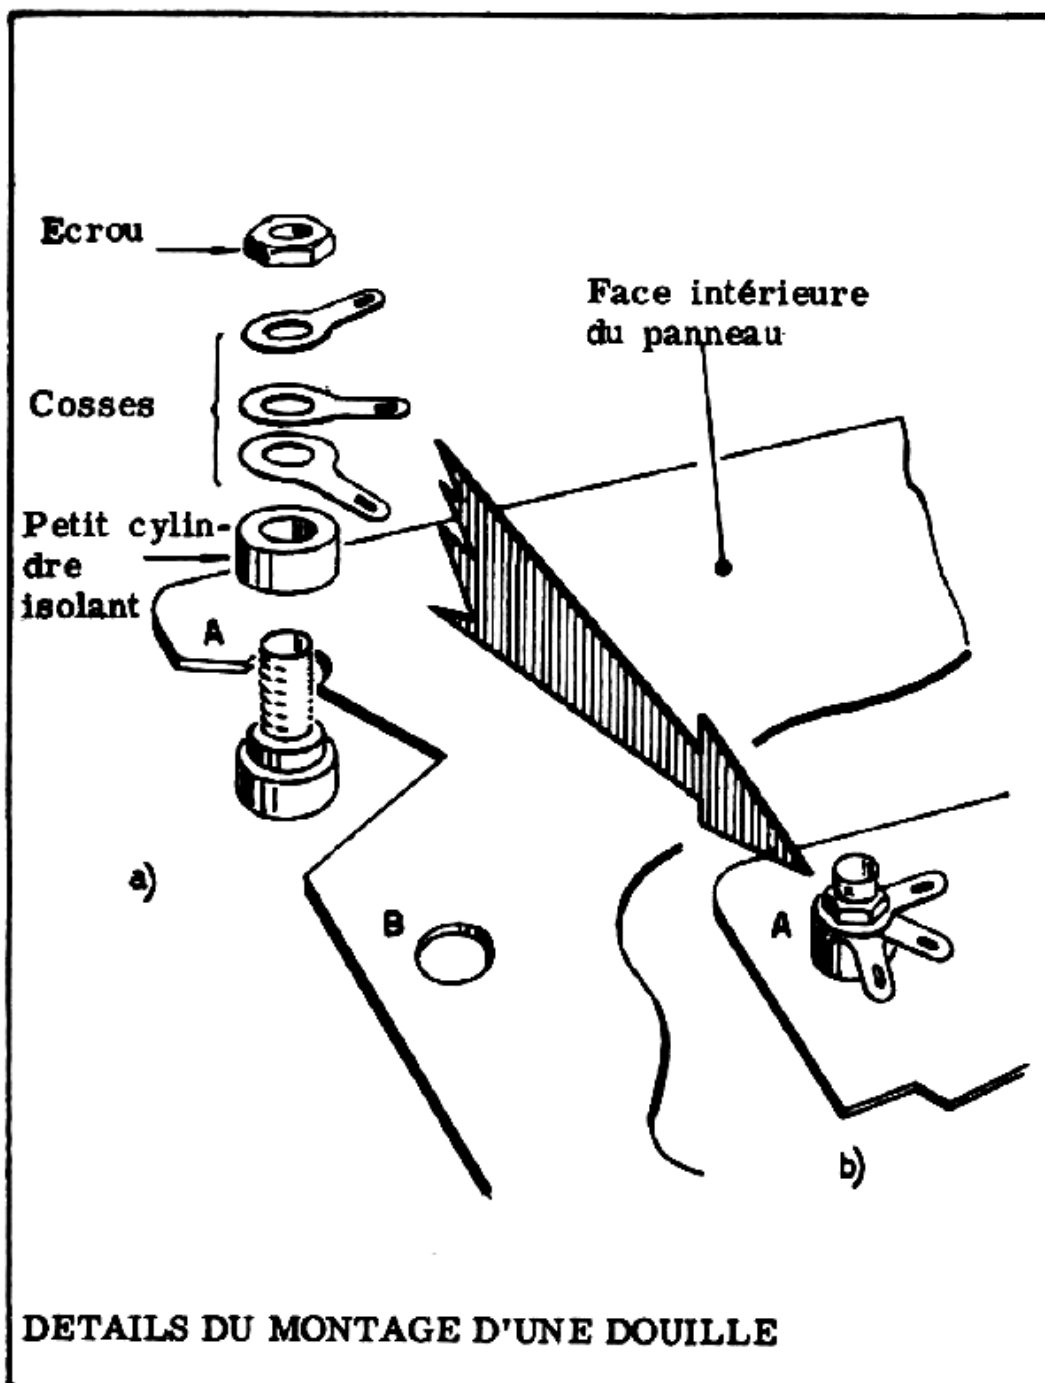

Figure 21
c) Placez ensuite le petit cylindre isolant que vous avez tout d'abord retiré ; posez dessus 3 cosses orientées comme le montre la *figure 21 - a*.
La *figure 21 - b* montre la douille montée.